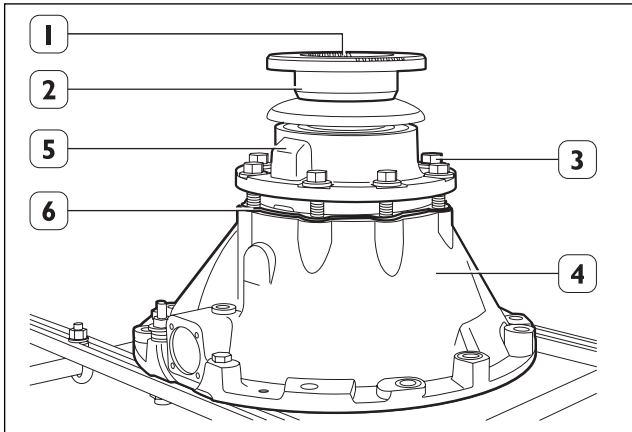

Fig. 16
16. Extraer la caja portarrodamientos (5) completa del soporte tren de engranajes, enganchándose a la brida y utilizar dos pernos prisioneros o tornillos sin cabeza como guía para mantener la alineación del grupo durante la extracción (**Herramienta CT08**). Desenroscar la tuerca del piñón (1) y extraer la brida de entrada del diferencial (2) usando, si es necesario, un extractor. (Fig. 16)
17. Quitar los espesores (6) de ajuste de la posición del piñón respecto a la corona y mediante un micrómetro medir el espesor global.